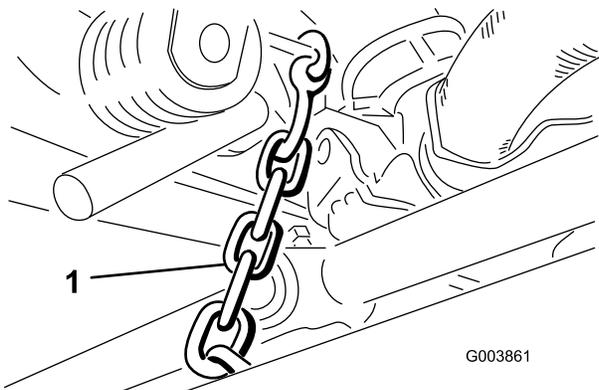

図 11
9. 昇降アームからチェーンを外し、左右の後カッティングユニットに固定する；ボルト、平ワッシャ、ロックナットを使用する（図 11）。